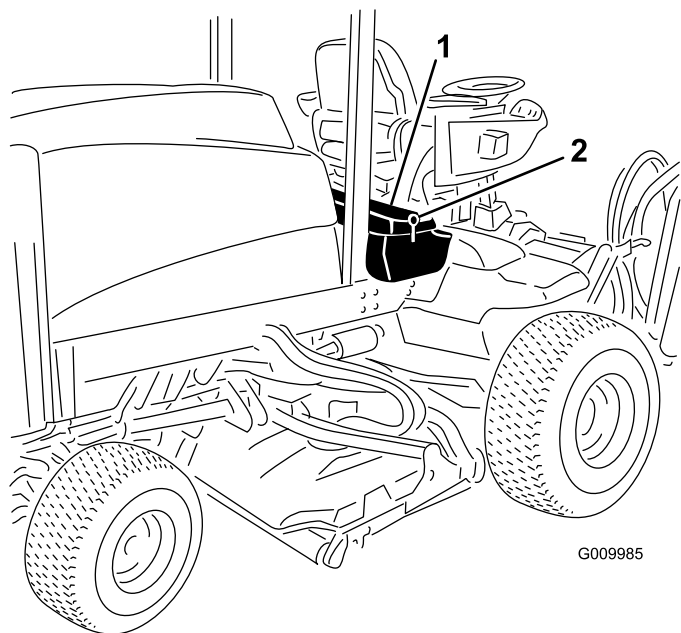
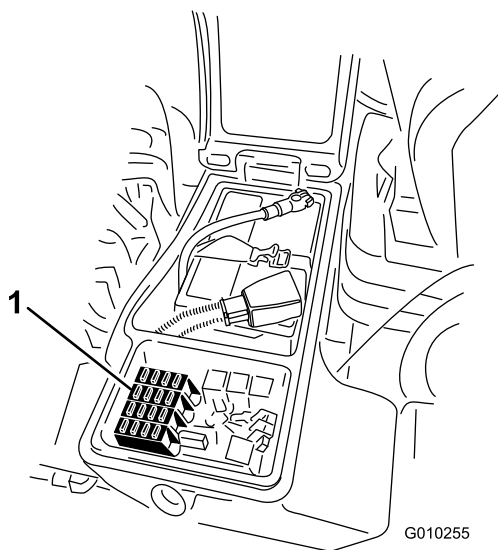

Figure 55
Figure 56
1. Ouvrez le verrou du couvercle du bac de rangement droit et soulevez le couvercle (Figure 55) pour exposer le porte-fusibles (Figure 56).
2. Remplacez le(s) fusible(s) dans les emplacements libres selon les besoins (Figure 56).
3. Refermez le couvercle du bac de rangement droit et fixez-le avec le verrou (Figure 55).